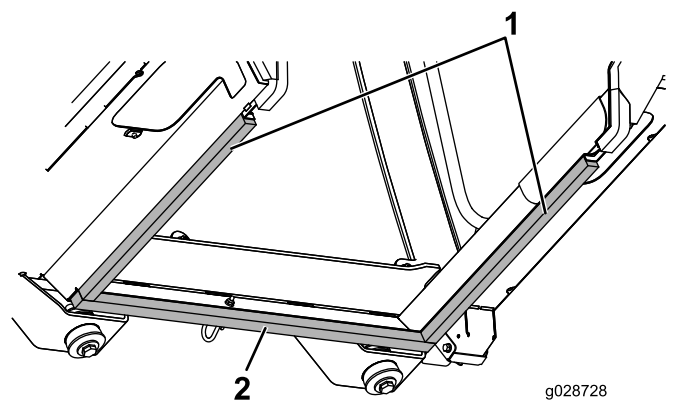

Figura 63
6. Centre la junta de espuma delantera en el panel delantero (Figura 63).
7. Presione el borde delantero de la junta de espuma delantera lateral sobre la junta de espuma delantera y alinee los bordes interiores de la junta de espuma con los bordes interiores de los paneles sellantes del bastidor de la cabina (Figura 63).